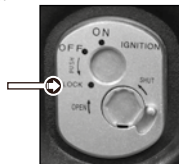

Imagen 29. Bloqueo de dirección.
3. Oprimir y girar la llave a la posición "LOCK" (ver imagen 29).